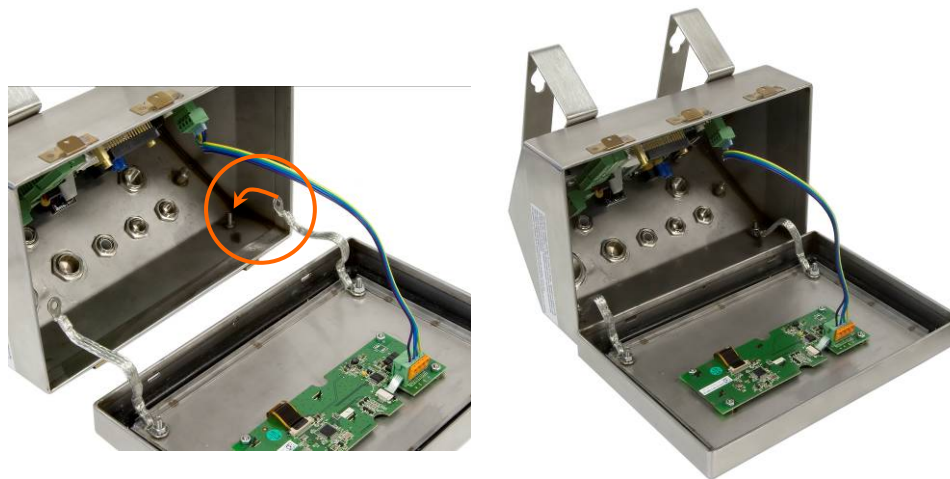

Figura 3-22: Inversión de la tapa
- c. Gire con cuidado la tapa frontal 180 grados y vuelva a conectar las dos cintas de conexión a tierra en los dos manguitos de sujeción mediante las dos tuercas retiradas en el paso anterior como se muestra en la Figura 3-22. Apriete las dos tuercas.